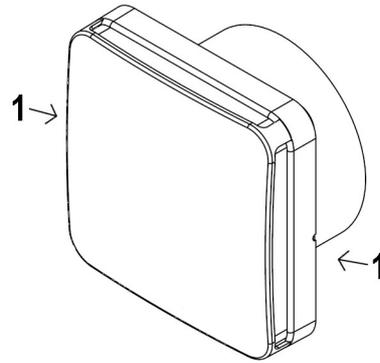

Fig.6 Sgancio coperchio frontale
Sganciare il coperchio dal portamotore premendo sui fori laterali (1) mediante un piccolo cacciavite (fig.6).